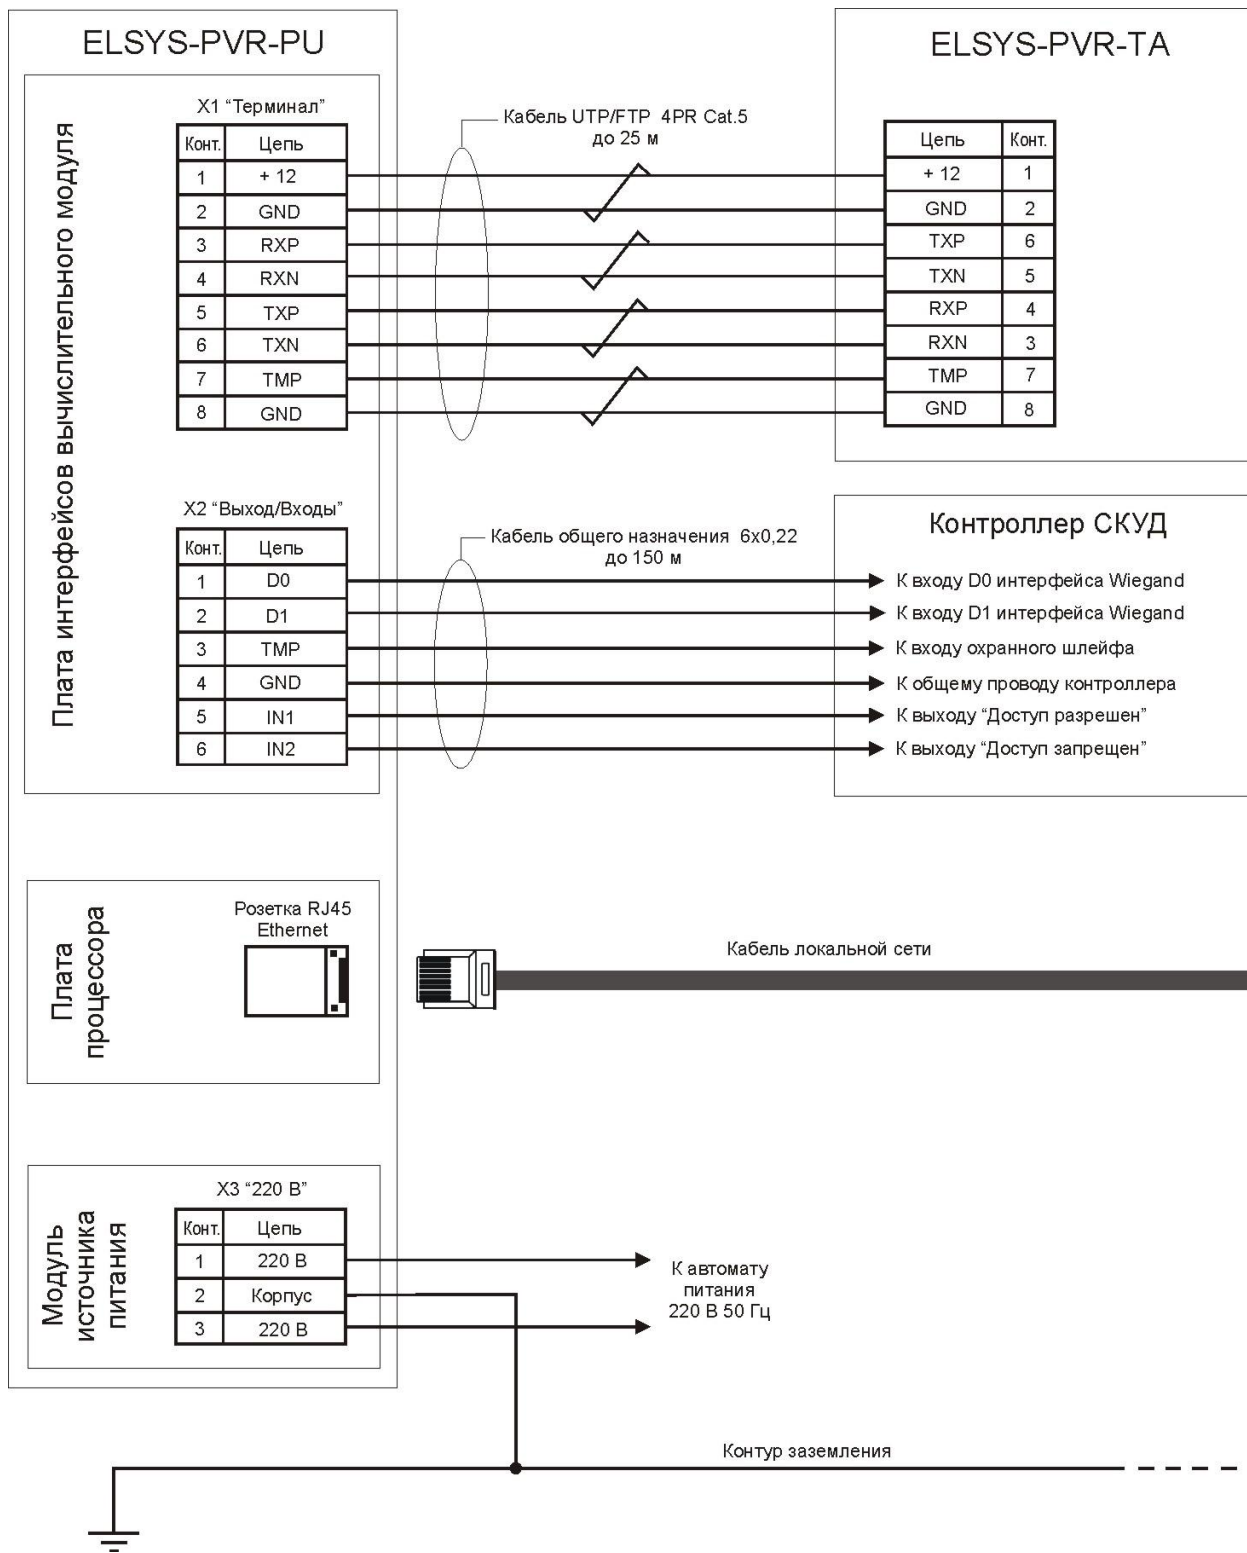

Рис. 14 – Схема монтажа считывателя при удалении терминала от процессора до 25 м
Подключение блоков Elsys-PVR-PU и Elsys-PVR-TA выполняется согласно схемам, показанным на рис. 14 и 15.
- 2) Подключить сигнальные линии к клеммным соединителям в соответствии с назначением контактов устройства (Рис. 14, 15, табл. 6, 7).